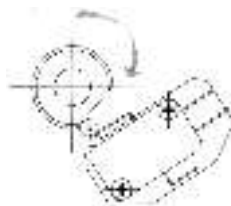

Рис.6.1
- Повернуть кулачок (Рис. 6.1) по часовой стрелке до щелчка, после чего затянуть винты.